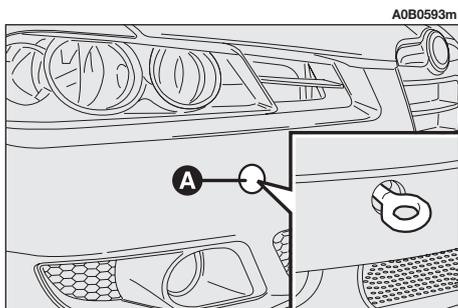
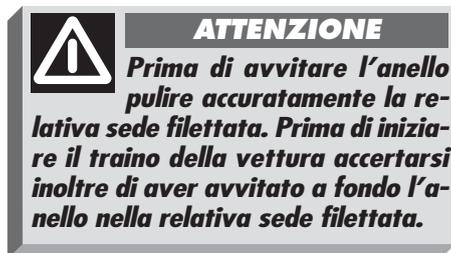

fig. 77
fig. 78
– Rimuovere il coperchietto (A) inserito a pressione sul paraurti anteriore (fig. 77) o posteriore (fig. 78). Per questa operazione, nel caso si utilizzi il cacciavite in dotazione con lama a punta piatta, occorre proteggere la punta stessa con un panno morbido, al fine di evitare l'eventuale danneggiamento della vettura.